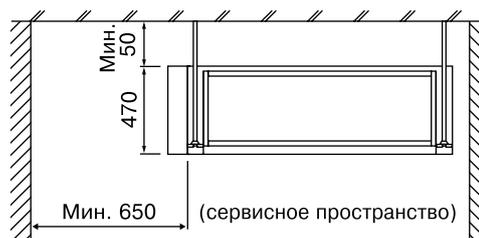

Рис. 1 (длина: мм)
- (1) Выберите для установки такое место, где соблюдаются указанные ниже условия и удовлетворяются требования пользователя.
- С наличием свободного пространства, достаточного для технического и сервисного обслуживания. (См. рис. 1)